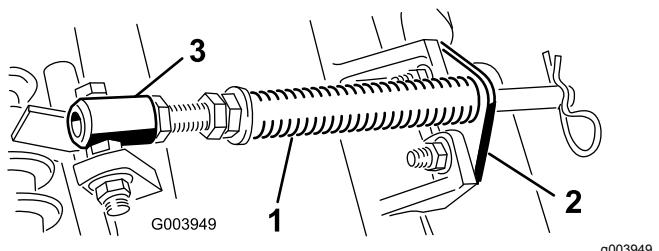

Рисунок 4
- Удалите два каретных болта и две гайки, которые крепят кронштейн штока к выступам режущего блока (Рисунок 4).
- Выверните фланцевую гайку крепления болта трубки пружины к выступу несущей рамы (Рисунок 4). Снимите этот узел.